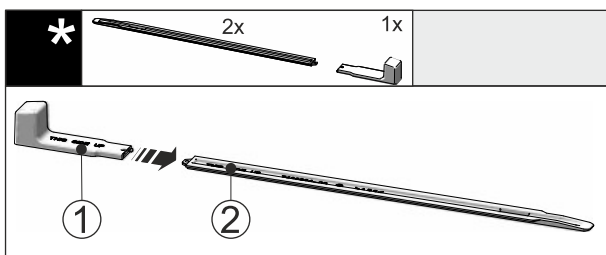

Fig. 49
▶ Вставьте монтажную ручку Fig. 49 (1) в выравнивающую рейку Fig. 49 (2).